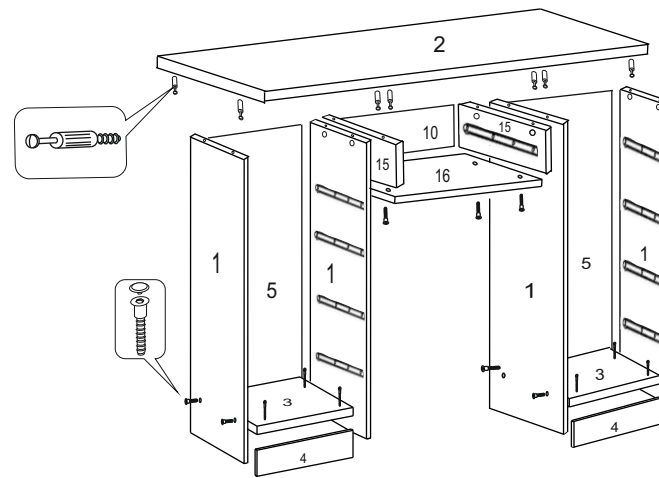

Рис.3 Сборка стола
В отверстия на крышке (дет.2) вверните винты минификса №1 рис.3.
Установите крышку (дет. №2) на ранее собранную конструкцию, вставив винты минификса №1 в отверстия с эксцентриками №2 и повернув эксцентрик по часовой стрелке до упора с помощью отвертки. рис.3.
2. Каждая направляющая состоит из двух съёмных, зафиксированных частей. Поэтому возьмите и отодвиньте ножку фиксатора вниз и аккуратно вытащите съёмную часть направляющей. (рис.3а).
3. Теперь у нас каждая направляющая состоит из двух съёмных частей (рис.3б). Съёмные части №1 крепятся к боковине ящика, а части №2 к боковине ниши, где будет ящик. Съёмная часть направляющей №1 крепится к боковой стенке ящика. У нас она крепится посередине ящика на саморезы 3,5х15. (рис.3в).
7. Теперь как установить шариковые направляющие к боковине ниши. Передняя часть направляющей должна быть заглублена на 29 мм относительно края боковины ниши, на которую крепится направляющая (рис.3в).
рис.3а
рис.3б
рис.3в